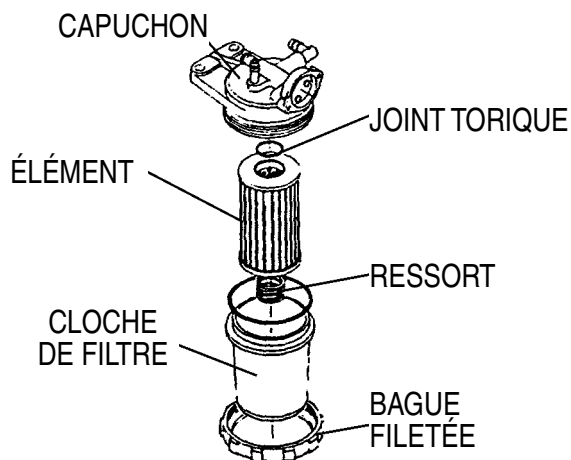

Figure 33. Démontage du filtre à carburant
1. Enlevez le capuchon supérieur (Figure 33) du filtre à carburant et le bouchon de rinçage et le filtre à carburant diesel.